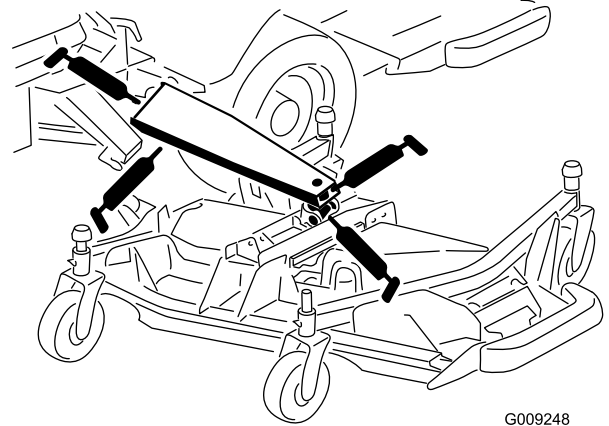

Figura 86
- 3 casquillos del brazo de elevación principal (Figura 86)
- 1 casquillo del cilindro de elevación (Figura 86)